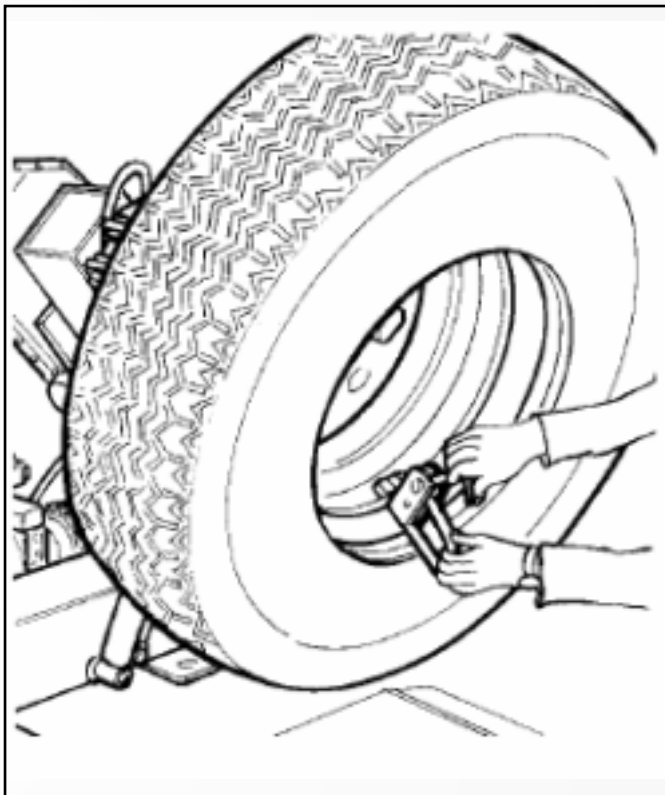

Рисунок 20
8) Снимите хомут и прикрепите его ко второму бортику внизу с внешней стороны (6 часов) (см. рис.20).
10) Прикрепите хомут ко второму бортику с внешней стороны (6 часов) (см. рис. 20).